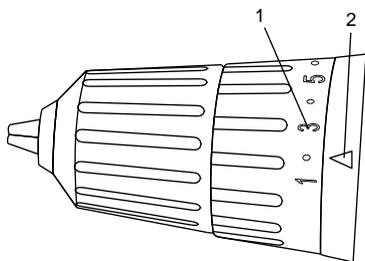

Рис. 4
Поверните кольцо (Рис. 4) до совмещения необходимой цифры со стрелкой (2) Для правильной установки используйте таблицу ниже.